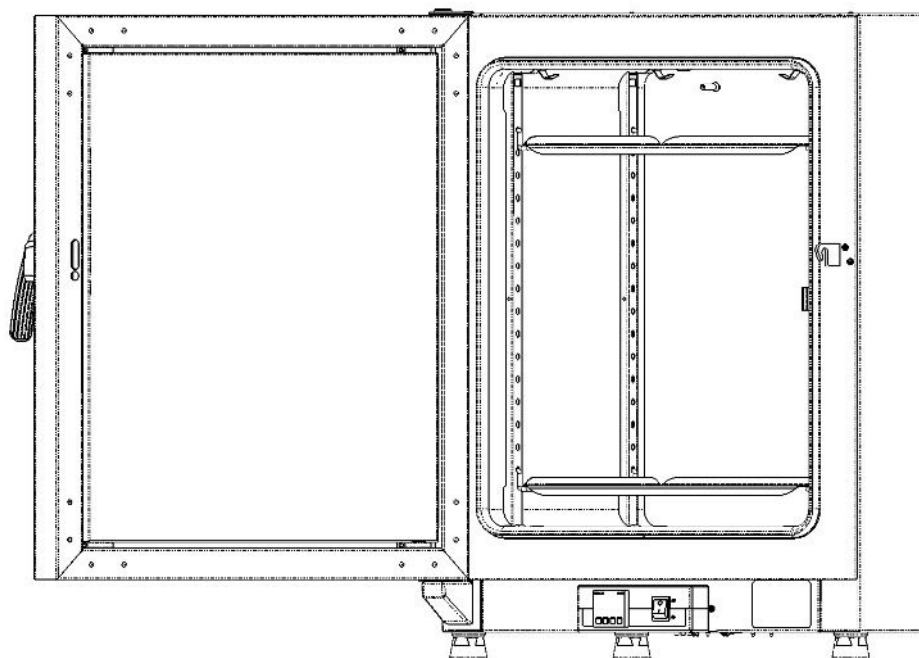

Figura 10-1. Reemplazo de la junta de sellado de la puerta
2. Empiece por el lado de la bisagra, ubicando el encaje de la nueva junta en el lugar indicado por la flecha en Figura 10-1, arriba.